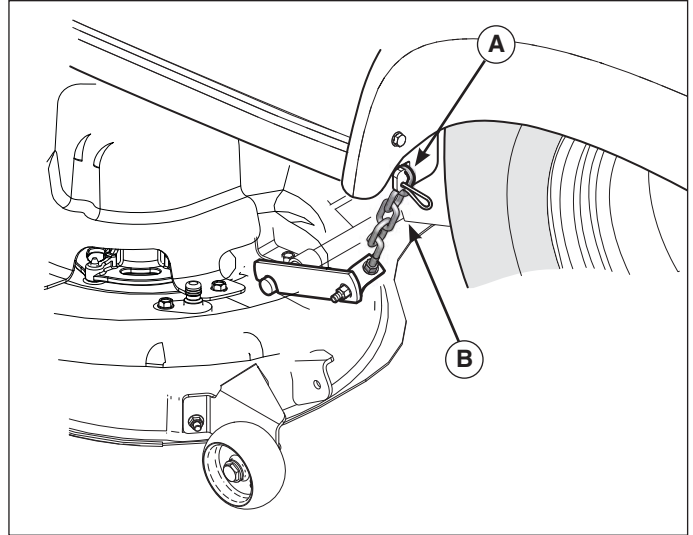

Figura 19
6. Quite el pasador de chaveta (A, Figura 19) y la cadenade elevación (B) del gancho en el marco del tractor. Repita en el otro lado.
5. Instale la cadena de elevación (E, Figura 19) en el gancho en el marco del tractor y asegure con el pasador de chaveta (D). Repita en el otro lado.